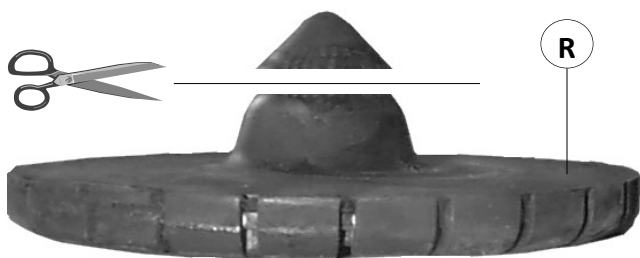

fig.1.
4. Schneiden Sie die Spitze des Hauptfedergummis **R** ab. (Siehe Abb. 1)
4. Couper la tête des caoutchoucs **R**, voir fig. 1.
4. Skär av toppen på huvudfjädersgummi **R**. Se fig 1.